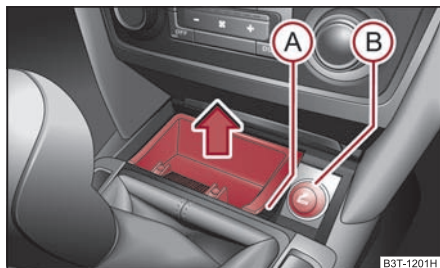
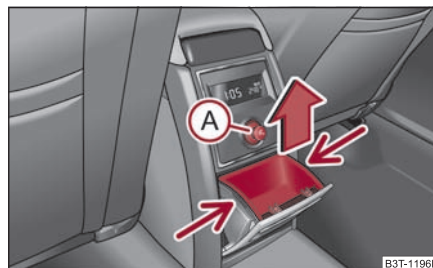

Abb. 104 Mittelkonsole:
Abb. 105 Mittelkonsole:
- Fassen Sie den Einsatz des Aschenbechers an der Stelle (A) ⇒ Abb. 104 und nehmen Sie ihn in Pfeilrichtung heraus.
- Fassen Sie den Einsatz an den mit Pfeilen gekennzeichneten Stellen ⇒ Abb. 105 an und nehmen Sie es heraus.
- Drücken Sie den Anzünderknopf (A) ⇒ Seite 96, Abb. 105 oder (B) ⇒ Seite 96, Abb. 104.